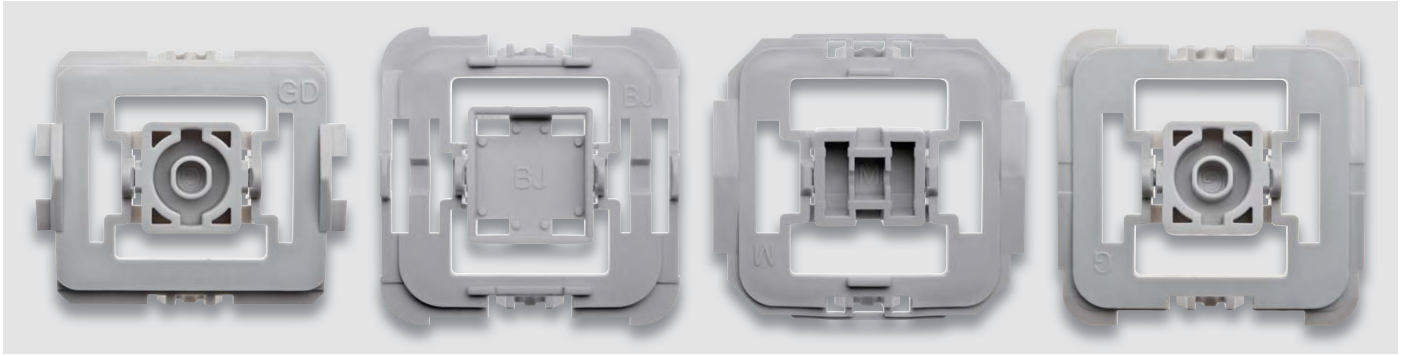

Bild 1: Einige Beispiele der zu den verschiedenen Installationsserien passenden Wippenadapter
toren bieten nämlich die Möglichkeit, sie völlig frei in die vorhandene Installationstechnik zu integrieren, indem man sie z. B. einfach gegen einen vorhandenen Lichtschalter austauscht. Denn zur Anpassung an die vorhandene Installationsserie benötigt man lediglich noch einen auf den Aktor aufzusetzenden Wippenadapter (Bild 1), und schon kann man einfach die vorhandene Schaltwippe weiter nutzen – der Aktor verschwindet völlig unsichtbar dahinter, man muss weder Schaltwippe, noch Rahmen, noch die Farbe wechseln. Diese Wippenadapter sind für nahezu alle gängigen Schalterserien verfügbar, sodass man nicht an eine bestimmte Serie gebunden ist. Einzige Voraussetzungen am Montageort sind das Vorhandensein einer Schalterdose (der Aktor benötigt nur 32 mm Einbautiefe) und des N-Leiters zusätzlich zur Phase (L).